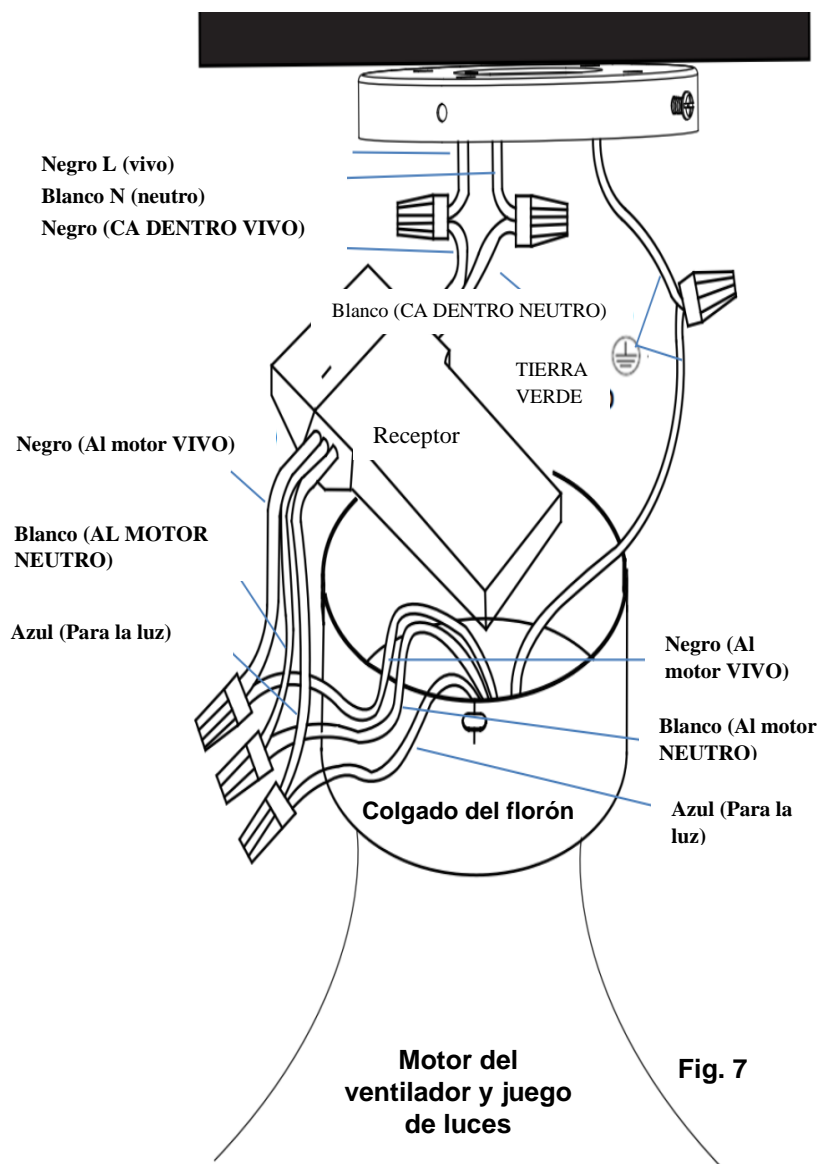

Fig. 7
Siga los pasos que aparecen a continuación para conectar el ventilador al cableado de su casa. Use las tuercas de conexión de cable que se suministran con su ventilador. Fije los conectores con cinta eléctrica. Asegúrese de que no haya hilos de cables sueltos o conexiones flojas. **Fig. 7**
1. Conecte el cable vivo de la alimentación de la casa (negro) al cable de entrada del receptor (negro, CA DENTRO VIVO), como se muestra en la **Fig. 7**.